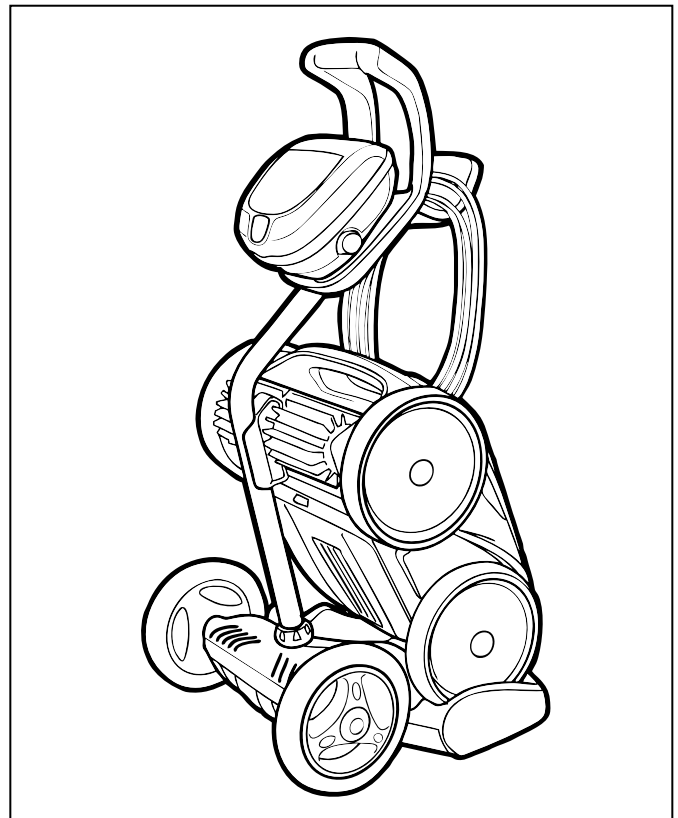

Figura 23. Limpiador guardado correctamente en el carrito
2. Coloque el limpiador en posición vertical en la base del carrito y fíjelo en el gancho (Figura 23).
5. Enrolle holgadamente el cable de alimentación en el limpiador y avance hacia el punto de conexión en la unidad de control. Guarde el cable, enroscándolo alrededor del gancho situado en la parte delantera del carrito (Figura 23).